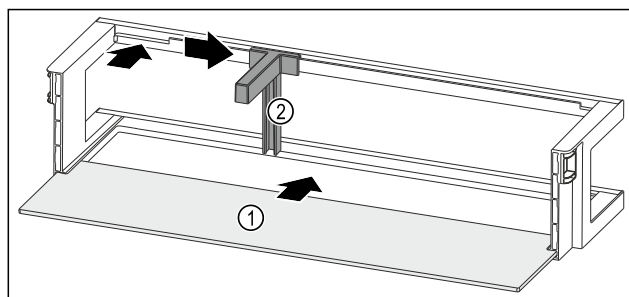

Fig. 262 Dveřní přihrádka s odkládací plochou
- Odkládací plochu Fig. 262 (1) zasuňte do bočních vybrání.
- Držák lahví Fig. 262 (2) vložte do vybrání.
- Držák lahví Fig. 262 (2) posuňte na stranu do požadované polohy.